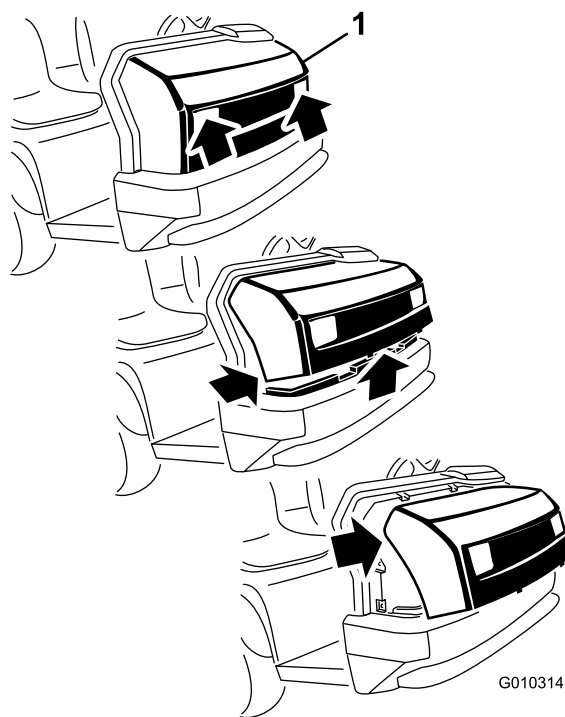

Figure 6
1. Saisissez le capot par les ouvertures des phares et soulevez-le pour dégager les pattes de fixation inférieures des fentes du pare-chocs (Figure 6).
2. Faites pivoter le bas du capot vers le haut jusqu'à ce que vous puissiez dégager les pattes de fixation supérieures des fentes du cadre (Figure 6).
3. Pivotez le haut du capot en avant et débranchez les connecteurs des fils des phares (Figure 6).